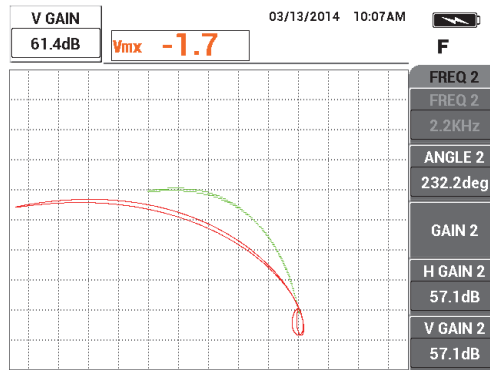

図 5-122 周波数 1 信号の垂直振幅の調整
14. ゲインキー (**dB**) をもう一度押し、ゼロポイントから正確に 4 区分上に達するまで、周波数 1 信号 (緑色) の垂直振幅を上げます (216 ページの図 5-122 を参照)。